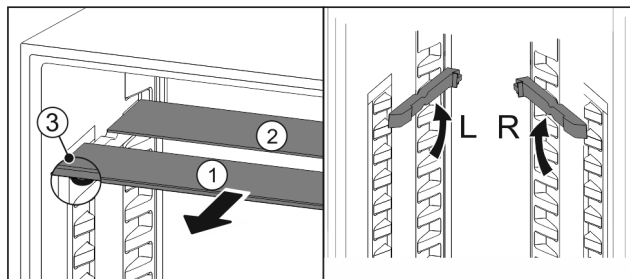

Fig. 112
- Издърпайте Fig. 112 (1) поотделно стъклените плочи напред.
- Стъклената плоча Fig. 112 (1) с декоративната лайсна е отпред.
- Ограничителите Fig. 112 (3) сочат надолу.